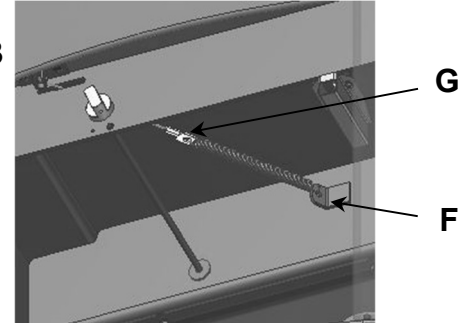

Abb.7
Die beweglichen Teile des Türverschlusses, -gestänges und der Scharniere, müssen regelmäßig durch den Bediener nachgefettet werden. Benutzen Sie dazu bitte ein hitzebeständiges Fett (temperaturbeständig bis 1.100°C; z. B. Kupferpaste). Die Türfeder ist aufgrund der auf Sie einwirkenden hohen thermischen Belastungen ein Verschleißteil und besitzt daher nur eine begrenzte Funktions- und Nutzungsdauer. Sollte die Federspannung im Laufe der Nutzung des Gerätes nachlassen und die Türe nicht mehr selbsttätig schließen, ist diese auszutauschen. Hierzu ist die Bedientür im unteren Bereich zu öffnen, und das sich dahinter befindliche Hitzeschutzblech durch Lösen der Muttern vorsichtig zu entfernen. Entfernen Sie dann das sich hinter der Abdeckung befindliche Bodenstrahlenschutzblech (A) Abb.6 durch Lösen der Sechskantmutter (B) Abb.6. Anschließend die Feder an der Befestigungsschelle (F) Abb.7 und an der Seil-Öse (G) Abb.7 aushängen und die neue Feder einhängen. Das erforderliche Wiedermontieren aller Hitze- und Bodenstrahlenschutzbleche -erfolgt in umgekehrter Reihenfolge.